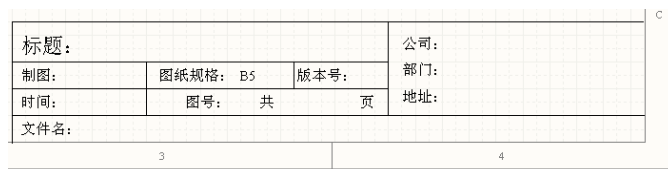

图 2.61 添加标题文字后的标题栏
(9) 再次按键盘上的“Tab”键, 打开“Annotation”对话框, 然后设置字体为“四号”, 按照如图 2.61 所示的标题栏, 添加其他的文字。